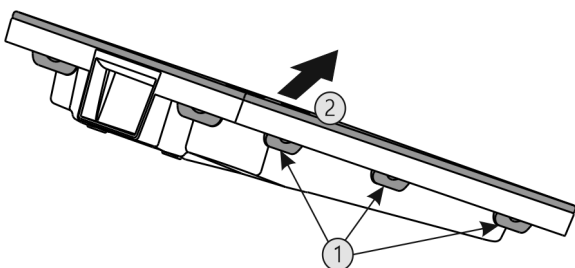

Fig. 40
- ▶ Stlačte za sebou všechny západky Fig. 40 (1) a sejměte kryt Fig. 40 (2).